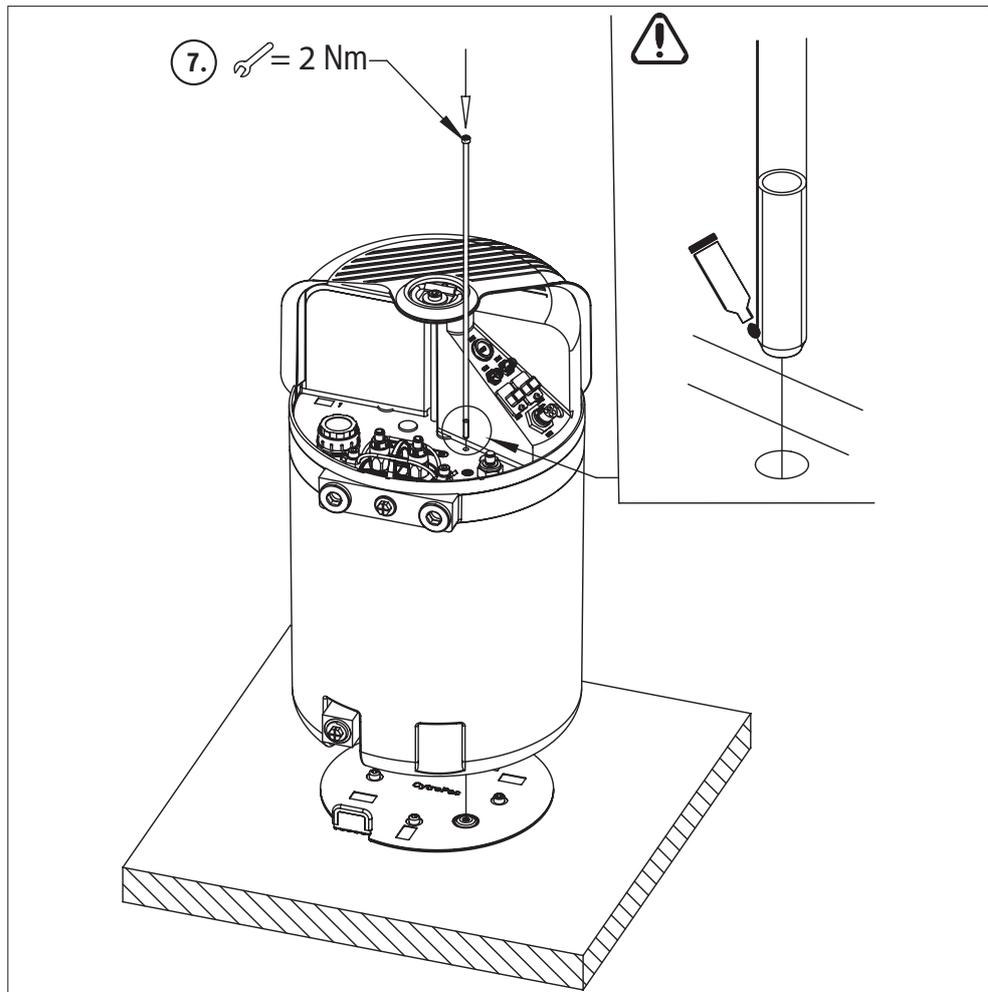
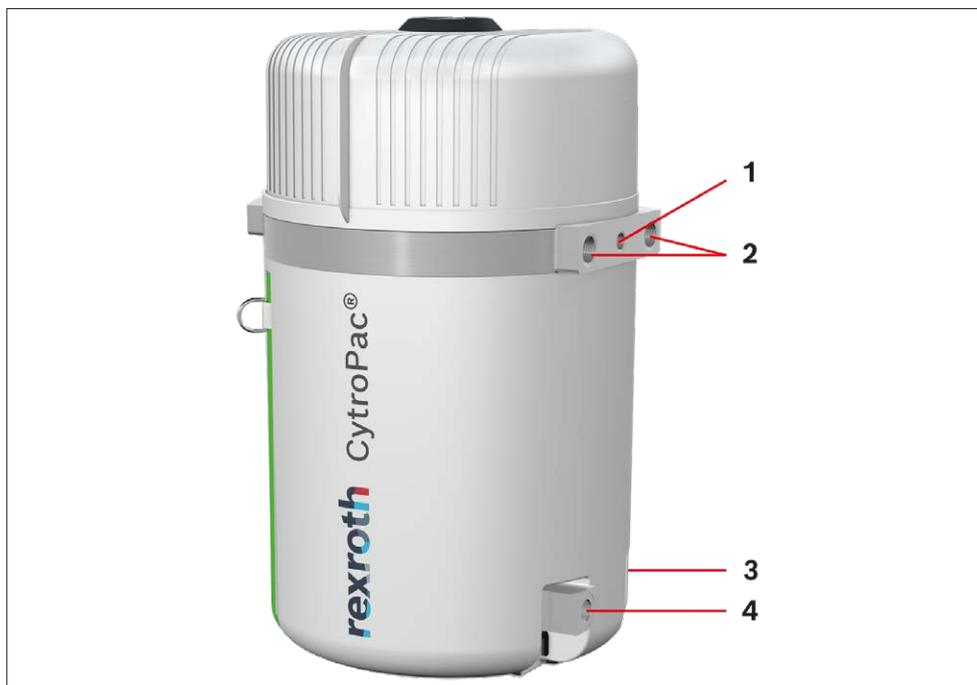

Abb. 9: Montageschritt 7
Abb. 10: Anschlussleitungen bei Standardausführung
- ▶ Stellen Sie sicher, dass die Lasche der Montagehilfe richtig positioniert ist, siehe auch Abb. 9 und Abb. 10.
- ▶ Schließen Sie die Druckleitung mit einer G1/2-Verschraubung über den Druckanschluss P: G1/2, siehe Abb. 10, Pos. 4, an.
- ▶ Schließen Sie die Rücklaufleitung über den Rücklauffilter am Ölbehälteranschluss T: G1/2, siehe Abb. 10, Pos. 1, an.
- ▶ Optional können Sie die rückstaufreien Ölbehälteranschlüsse T: G1, siehe Abb. 10, Pos. 2 und Pos. 3, z. B. für eine Drehdurchführung, anschließen.
Hydraulikaggregate, die als Ausführung mit Option A1 bestellt wurden, verfügen über einen weiteren Ölbehälteranschluss T: G1, siehe Abb. 10, Pos. 3. Dieser Ölbehälteranschluss befindet sich neben dem Druckanschluss P und ist bei Auslieferung mit einer Verschlusschraube inklusive Zentrierring verschlossen.